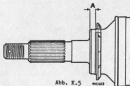

Abb. K.5
- (14) Der Zusammenbau geschieht in umgekehrter Reihenfolge des Zerlegens unter Beach- tung folgender Punkte:-
- (d) Service-Werkzeug 180 134 und Ansatz 180 13400 zum Einbau beider neuen Gehäuseteile an der Nabe verwenden. Ge- währleisten, daß das Wasser- schild an der Antriebswelle befestigt wird wie in Abb. K.5 gezeigt.